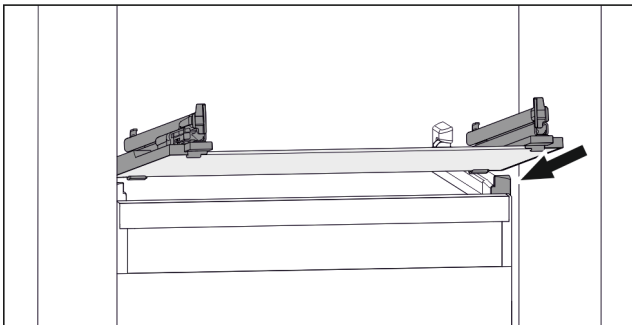

Fig. 113 Reprezentare exemplificativă a plăcii de sticlă
- Așezați placa de sticlă oblic în spatele opritoarelor. (vezi Fig. 113)